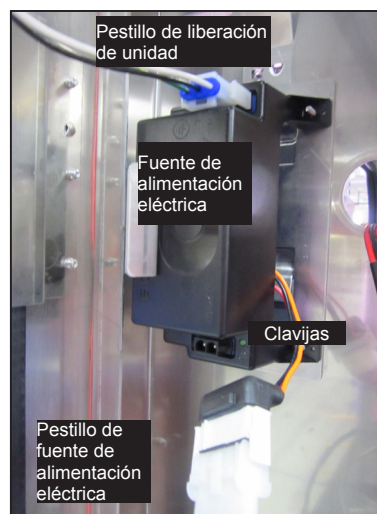

Figura 12: Fuente de alimentación eléctrica montada en viga vertical
2. Desconecte el cable de energía de la fuente de alimentación eléctrica a los módulos. Consulte la **Figura 12**.
2. Tire de la pestaña de la fuente de alimentación. Consulte la **Figura 12**.